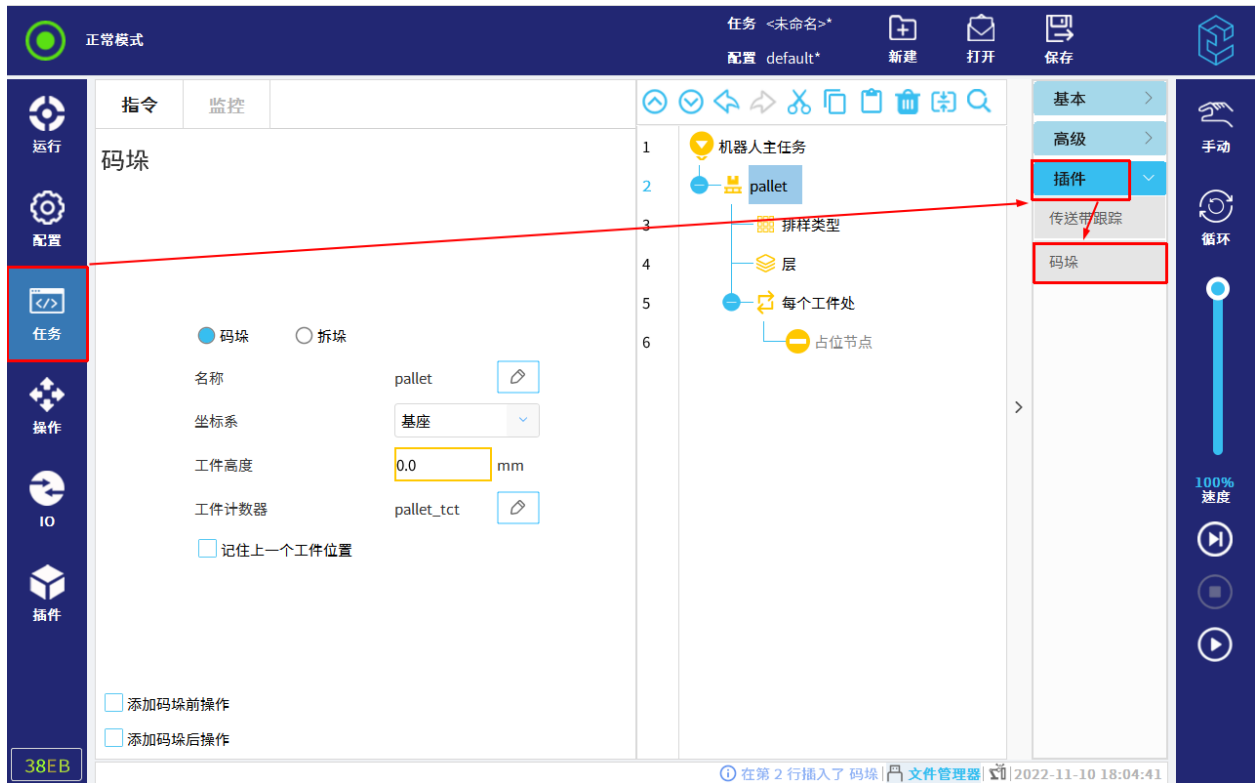

图 12-30 设置码垛任务参数
2. 设置码垛任务的名称、坐标系以及工件高度等，如图 12-30 所示。